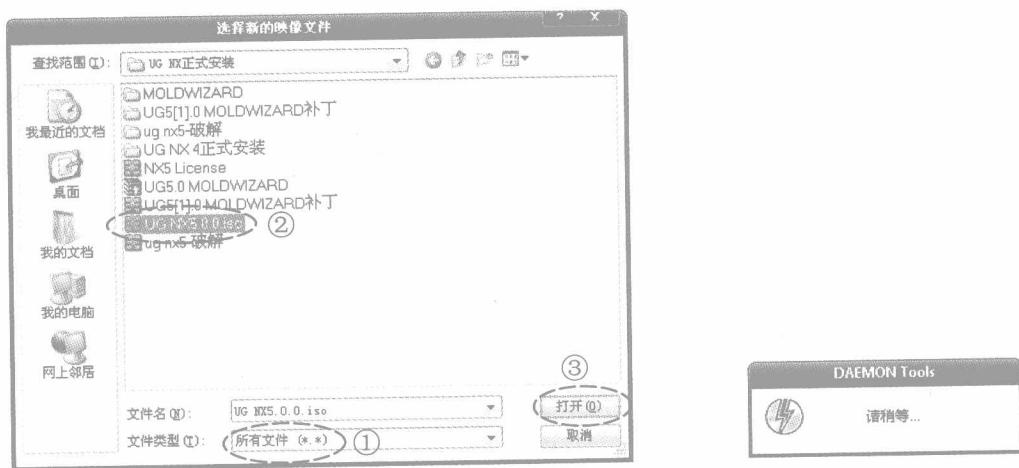

图 1-4 选择新的映像文件
(6) 选择『安装映像文件』选项后弹出『选择新的映像文件』对话框，然后按照图 1-4 所示的指引进行操作。